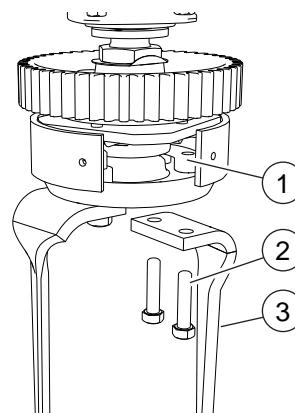

FIG. 37
- Desatornillar los dos tornillos (2, "Fig. 37").
- Remover el bloque (1).
- Sacar la cuchilla (3) lateralmente.